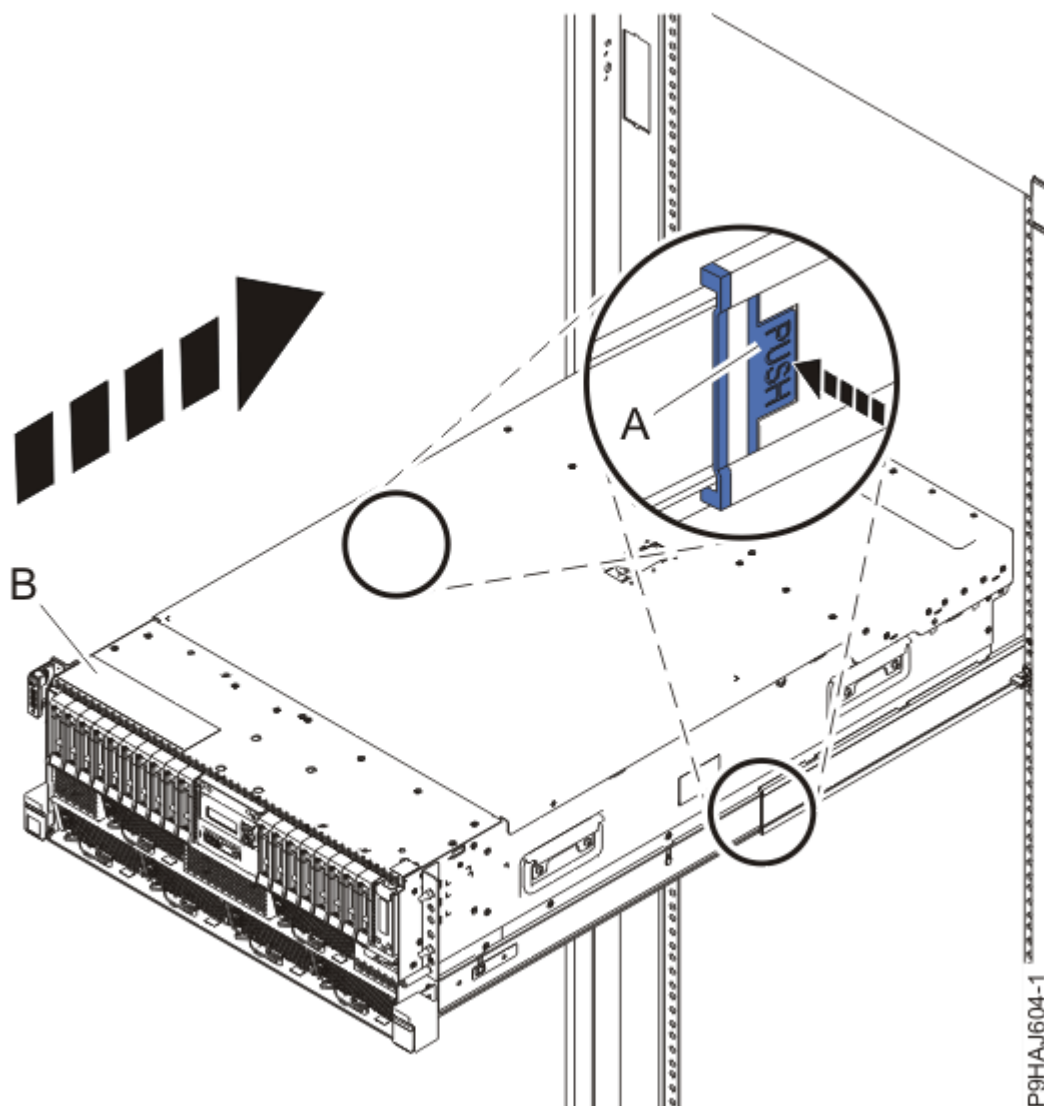

Figura 13. Colocación del sistema en la posición operativa
3. Para un sistema montado en bastidor, desbloquee los pestillos de seguridad de color azul de los rieles **(A)**, tal como se muestra en la Figura 13 en la página 16 presionándolos hacia dentro. Asegúrese de que los brazos portacables se pueden mover libremente. Asegúrese de que los cables de la parte posterior de la unidad no queden atrapados ni se enreden al empujar la unidad hacia la posición operativa.